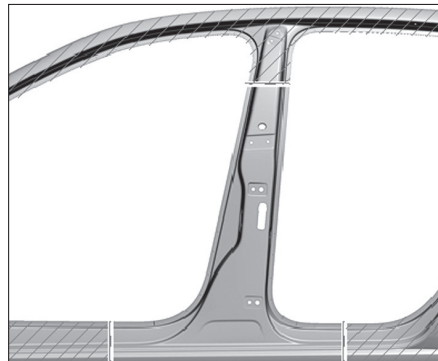

FIG. 42
- Préparer les zones d'accostage (Fig.42).